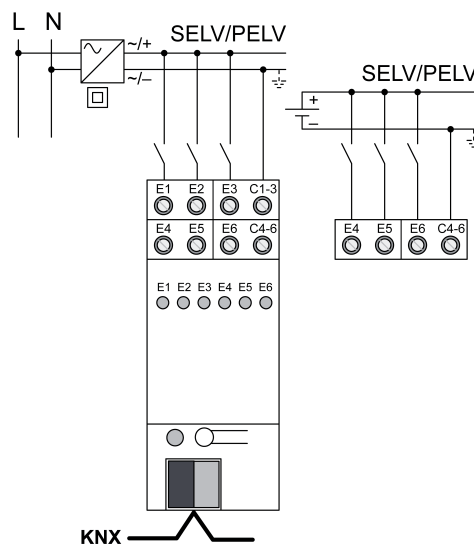

Bild 3: Anschluss von SELV/PELV-Stromkreisen
- SELV/PELV-Stromkreise gemäß Anschlussbeispiel (Bild 3) anschließen. Polarität beachten.